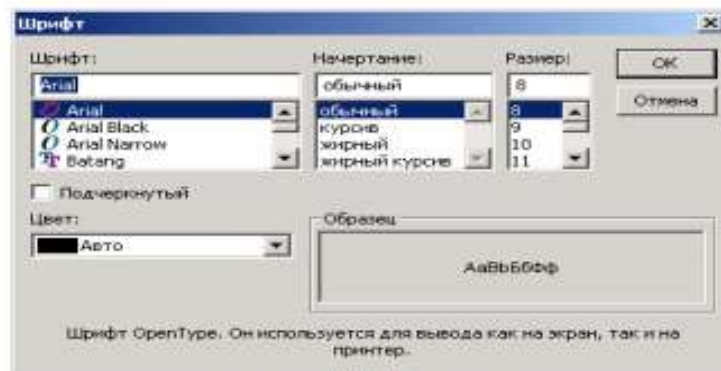

Рис. 24. Диалог (Шрифт)
- Выберите команду меню (Формат • Шрифт). На экране появится диалог (Шрифт) (рис. 24).